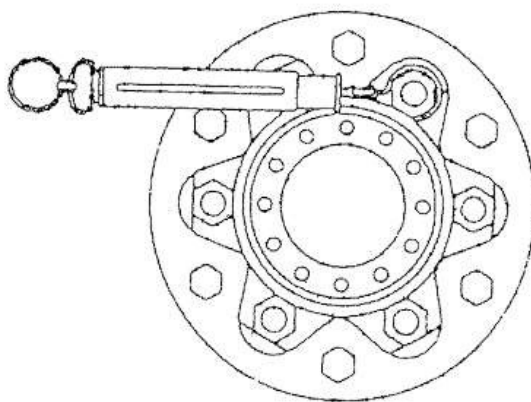

Рис. 1-7. Измерение начального момента
3) Зацепить пружинные весы за болт, чтобы измерить начальный момент вращения колеса ступицы. После того, как начальный момент приблизится к величине по спецификации, медленно затянуть гайку. Начальный момент равен 5-15 кг.м (Рис. 1-7).